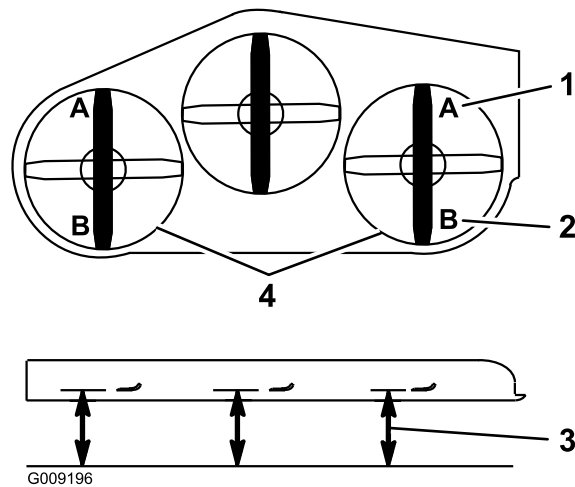

**Figure 93**
5. Enfoncez la pédale de levage du tablier de coupe au maximum pour verrouiller le tablier à la position transport de 14 cm (5,5 po) (Figure 93).